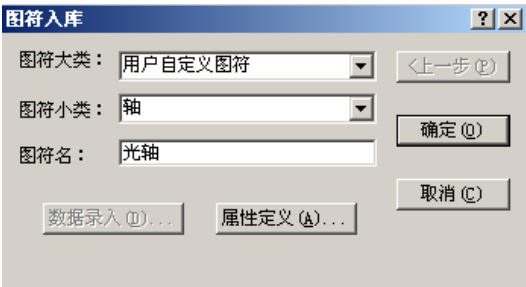

图 8-5 图符入库对话框
7. 当最后一个视图的元素和基准点输入完后, 屏幕上弹出【图符入库】对话框, 如图 8-5